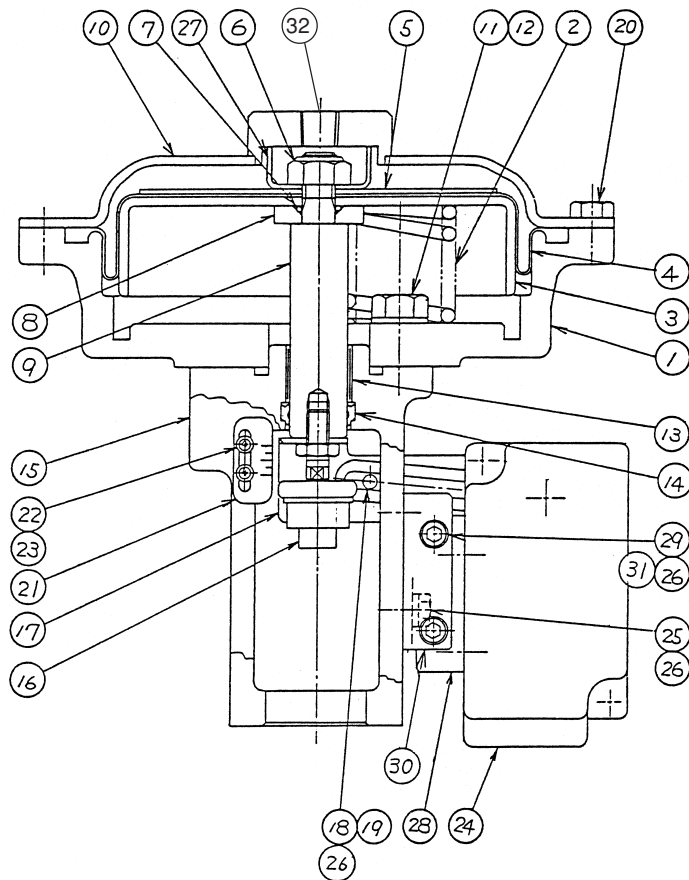

図4 正作動形操作器構造図
**4-3 操作器の分解組立て** 操作器は原則として調整を必要としませんが、弁本体との組付け時や仕様変更時、故障時の部品交換のための分解組立は次のように行います。分解組立に際しては、図4、5操作器構造図と表2、3部品表を参照してください。